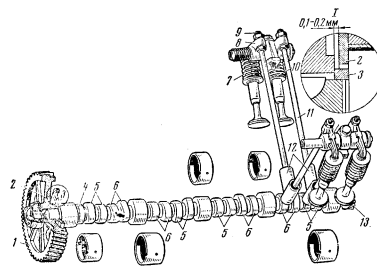

Рис. 25
15. Какое назначение имеет деталь газораспределительного механизма, обозначенная на рис. 25: